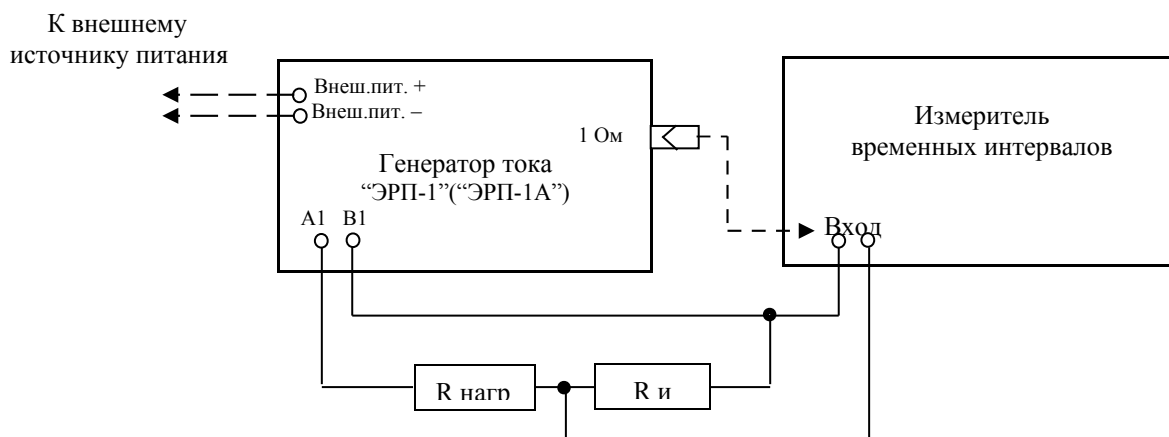

Рисунок 57
8.3.5.4.2 Подключить к генератору резистор нагрузки $R_{\text{нагр}}$, измерительный резистор $R_{\text{и}}$ и измеритель временных интервалов В-471 согласно схеме, приведенной на рисунке (Рисунок 57). Тип и номинал резистора нагрузки $R_{\text{нагр}}$, а также тип и номинал измерительного резистора $R_{\text{и}}$ для различных значений амплитуды выходного тока приведены в таблице (Таблица 8).